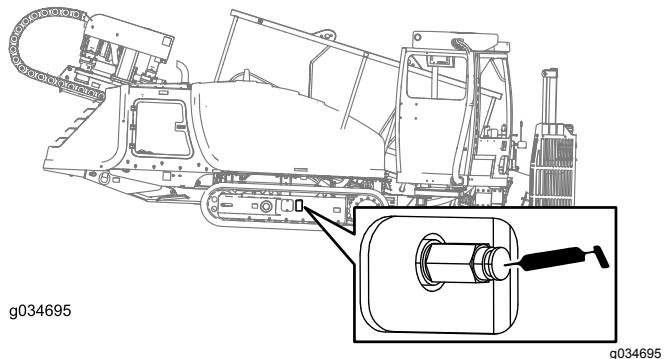

Figura 109
2. Remova a sujeira e as impurezas ao redor da válvula de alívio (Figura 109).
4. Aplique graxa na graxeira até a tensão atingir o valor de 31.026 kPa (4.500 psi) como mostra a figura Figura 109.
4. Gire a válvula de alívio no sentido anti-horário, dando no máximo 1 volta (Figura 109).